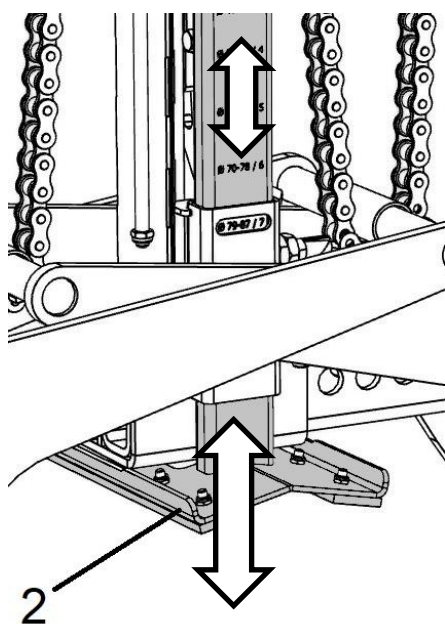

Abb. 1.1
3. sposti il supporto regolabile in altezza (2)
4. (Fig. 1.1) fino a impostare la profondità di immersione corretta (vedere la finestra di ispezione → Fig. 1.1).